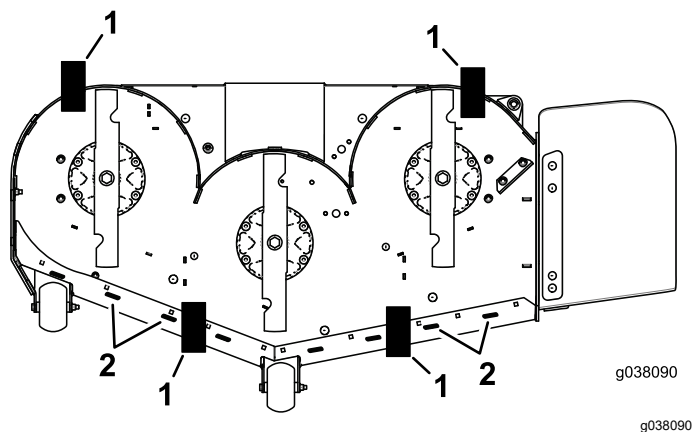

Figura 103
11. Coloque 2 bloques (ver *Altura de bloque y soporte*) debajo del borde trasero del faldón de la carcasa de corte, uno en cada lado de la carcasa de corte (Figura 103).